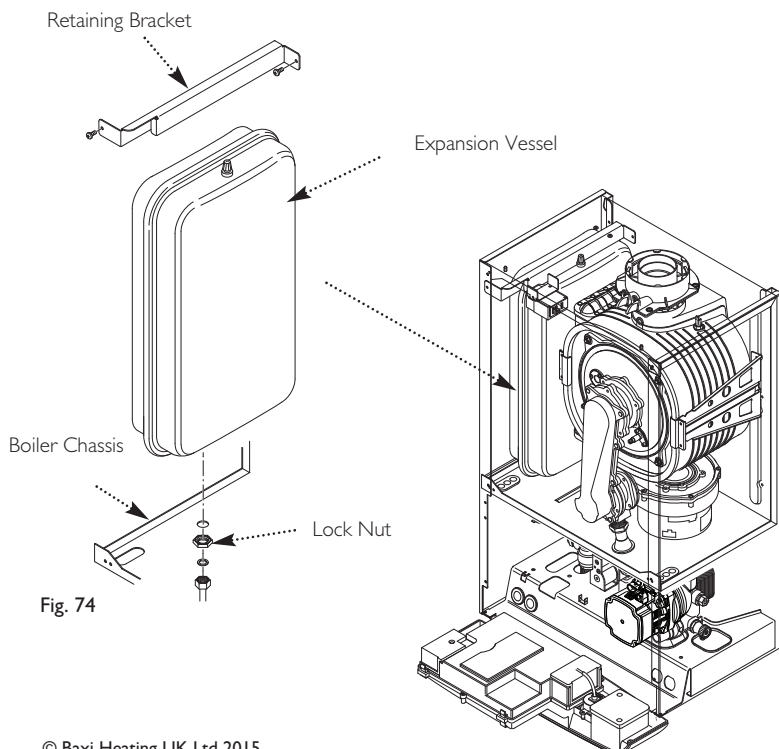

Fig. 74
13.25 Expansion Vessel (Fig. 74)